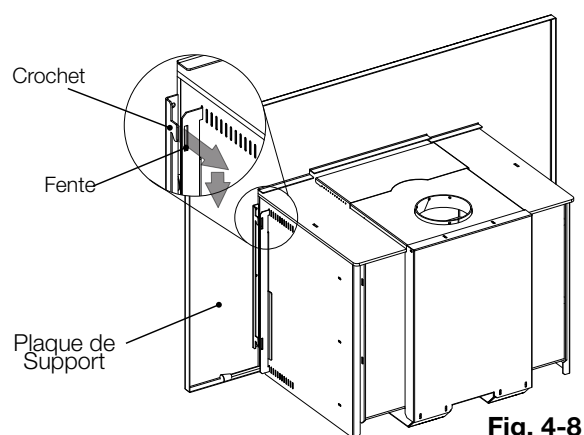

Fig. 4-8
- B. Placez les crochets sur le contour dans les fentes dans les supports précédemment installés en étape A (**Fig. 4-8**).